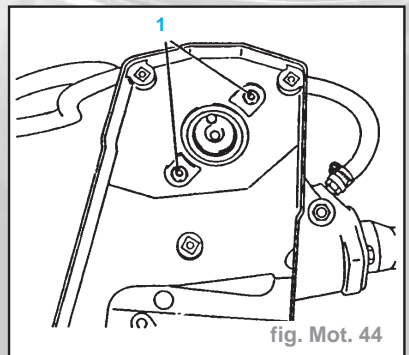

fig. Mot. 44
- Déposer les vis de fixation (1) du carter d'arbres à cames (fig. Mot. 44).
- Serrer les vis de fixation sur le carter d'arbre à cames à **0,6 daN.m** (fig. Mot. 44).